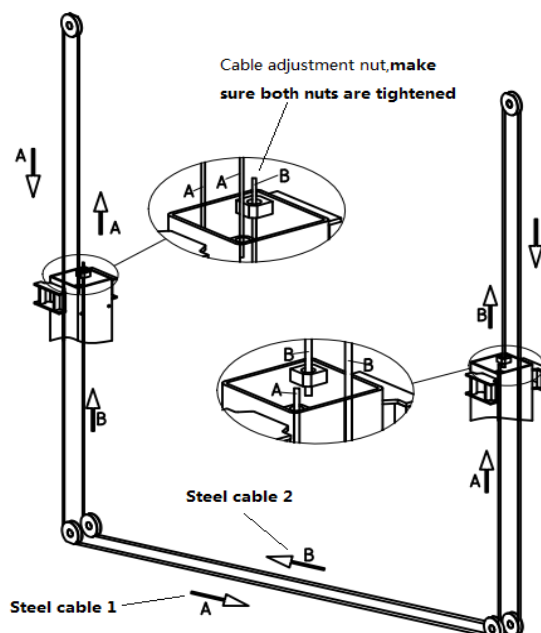

Fig. 5
4. Installera vajrarna som visas i diagrammet. (Bild 5)